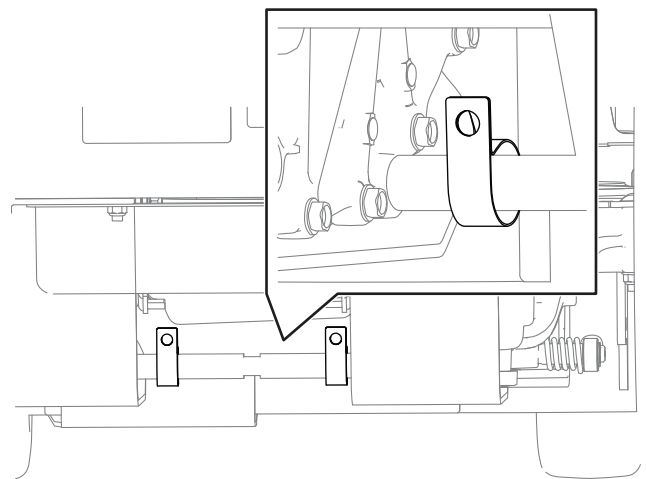

Figure 4
2. Installez les colliers en R sur la tige. Veillez à monter les colliers en R dans le bon sens, comme montré à la Figure 4.